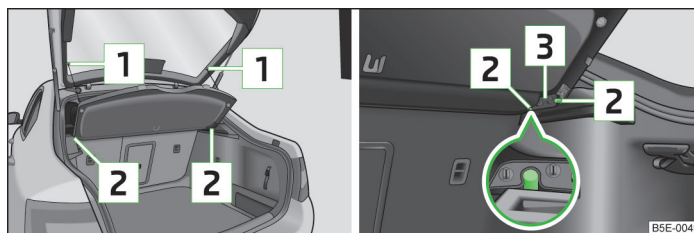

Abb. 86 Gepäckraumabdeckung ausbauen / einbauen
- › Die Haltebänder  » Abb. 86 aushängen.
- › Die Aufnahmen an der Abdeckung  » Abb. 86 über die Halterungen  an der Seitenverkleidung stellen.
- Die Aufnahmen der Abdeckung **3** » Abb. 86 müssen in den Halterungen der Seitenverkleidung **2** eingerastet sein.